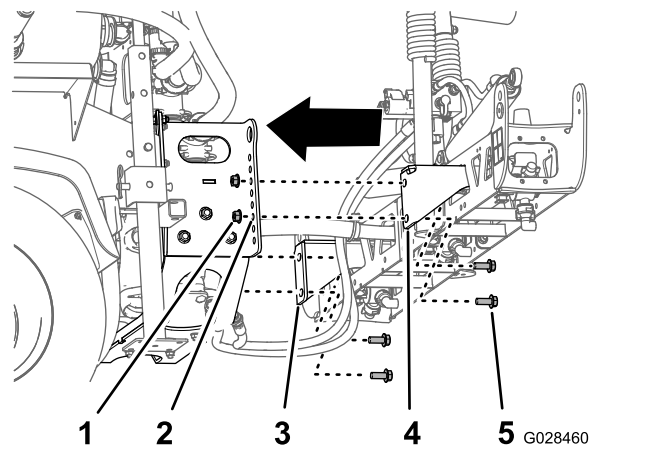

图 39
2. 将中央喷洒臂总成段安装架中的底孔与喷洒滑轨框架上喷洒臂支架中从底部开始数的第三个孔对齐如 图 39 所示。